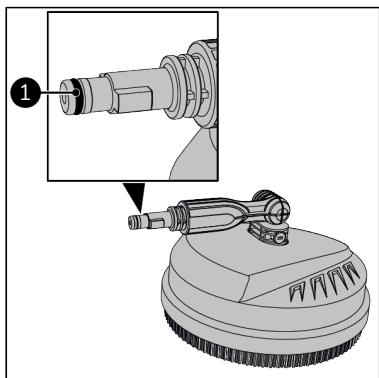

Abbildung 63.
4. Tragen Sie Vaseline auf den O-Ring des Bodenreinigers (Abbildung 63, Pos. 1) auf.